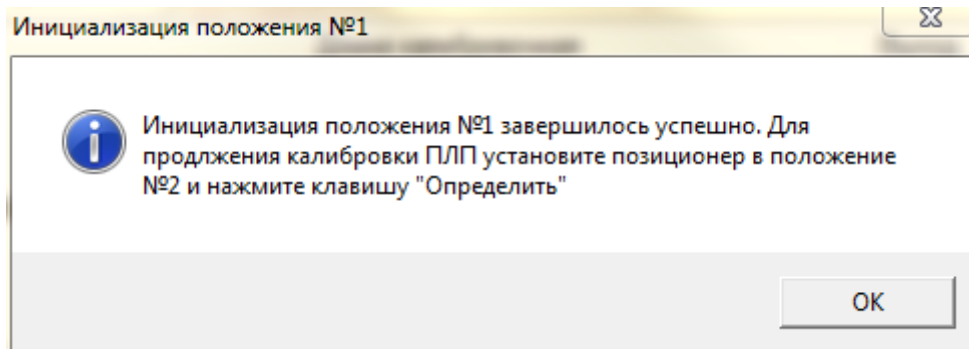

Рисунок 2.20 – Сообщение об успешной инициализации положения №1, процесса калибровки преобразователя.
3. Дождитесь появления сообщение об успешной инициализации положения №1 (рис. 2.20).